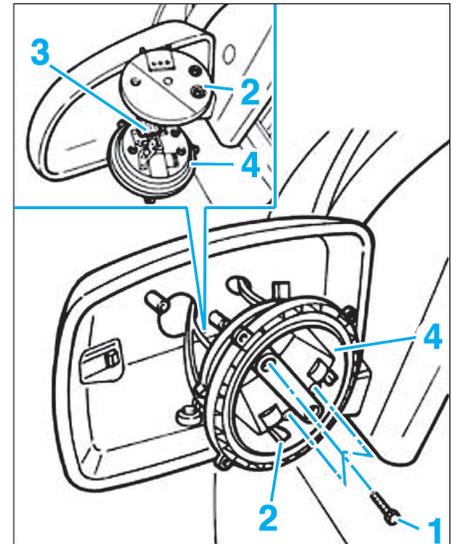

FIG. 30
- Dévisser les vis (1) du système d'orientation motorisé (4) de la glace (Fig.30).
- Déposer la coque arrière (2).
- Débrancher le connecteur (3).
- Déposer le système d'orientation motorisé de la glace (4).